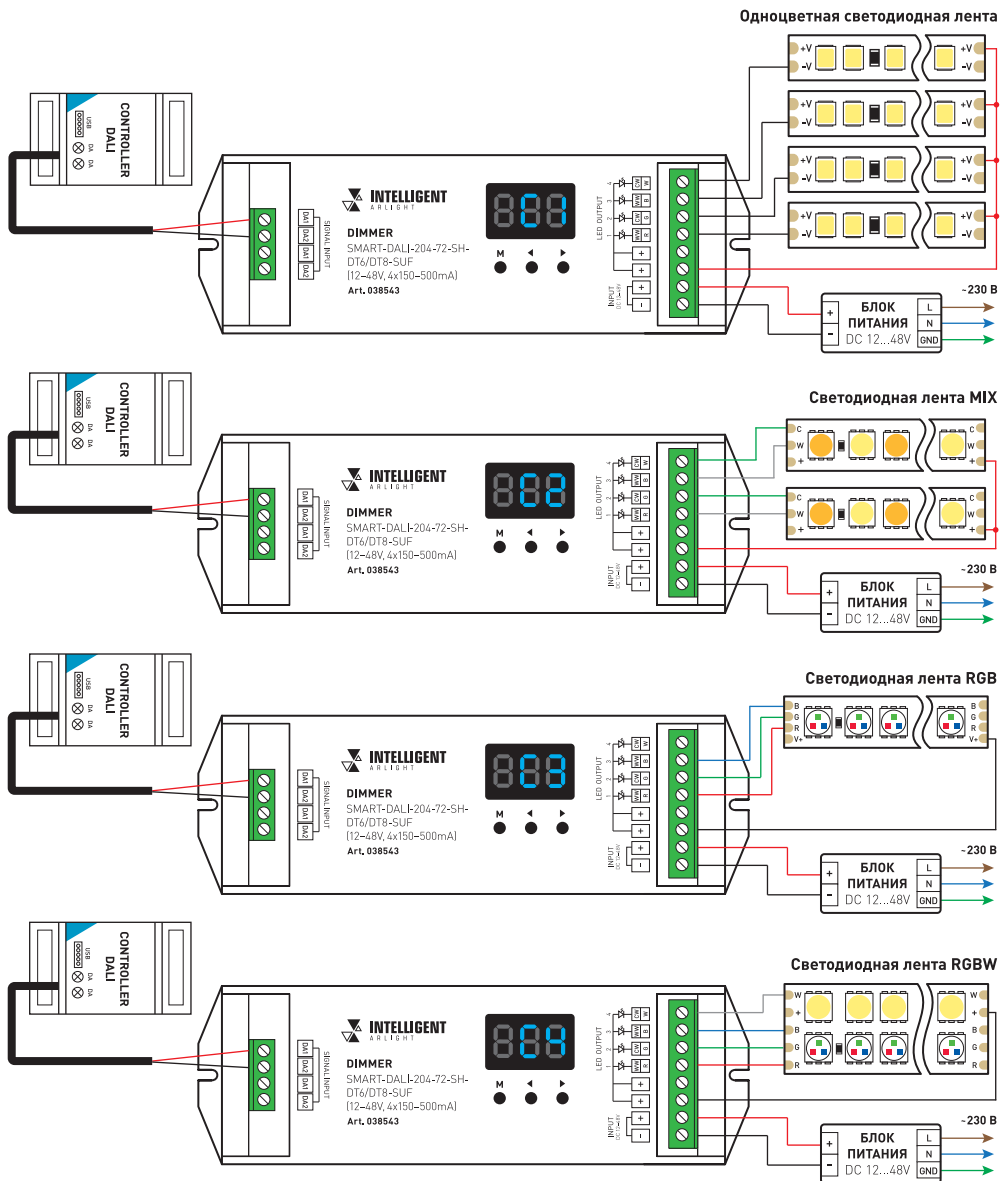

Рис. 1. Пример схемы подключения диммера к токовым лентам
- 3.3. Подключите диммер согласно схеме на рис. 1.